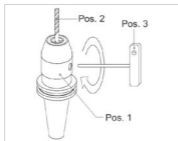

Abbildung 3: Werkzeug spannen
3. Drehen Sie das Ritzel mit Hilfe des passenden Innensechskant-Schlüssels mit Quergriff (Pos. 3) im Uhrzeigersinn zu (siehe „Abbildung 3: Werkzeug spannen“).